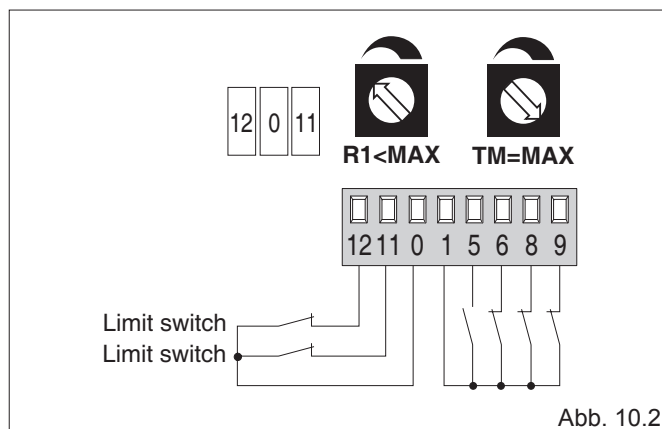

Abb. 10.2
**- (Abb. 10.2) Der Flügel soll mit Endschaltern in den Endlagen stoppen und bei Hinderniserkennung reversieren.**